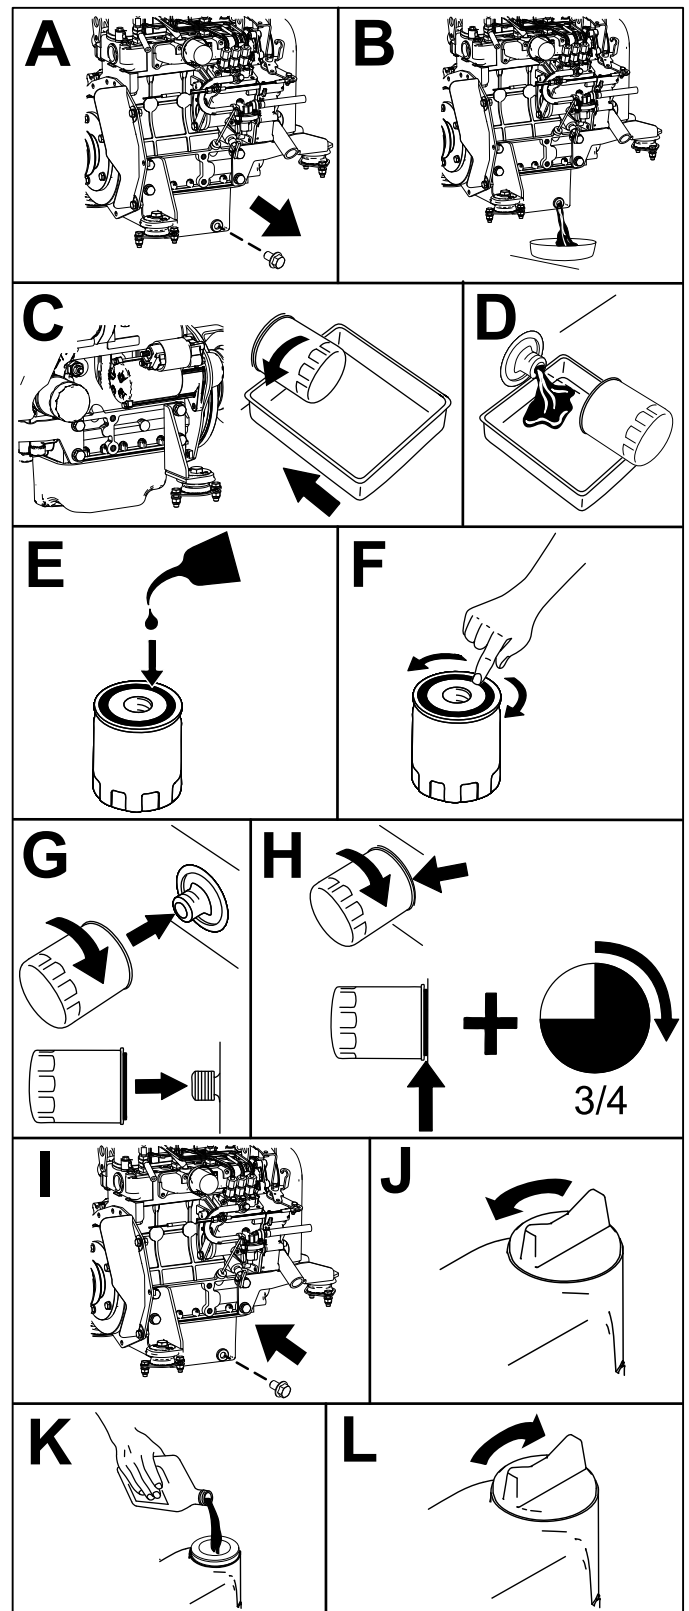

Bild 58
6. Wechseln Sie das Motoröl und den -filter, wie in Bild 58 abgebildet.